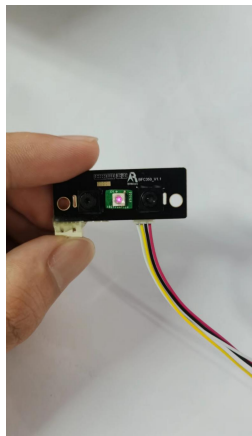

图 4-3
2、采集并上传图像：将模块摆放成如图 4-3 所示位置，摄像头正对掌静脉/人脸且距离目标约 25cm~120cm 左右。